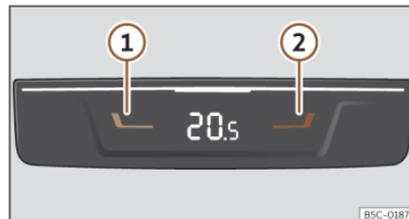

Fig. 145 En la parte trasera de la consola central: mandos para las plazas traseras.
- Pulse las teclas ① y ②  **fig. 145** para ajustar la temperatura de la zona posterior.